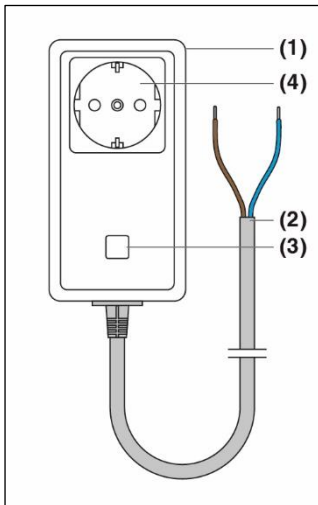

Fig. 1
4.1 Anschluss des Empfängers (Fig. 1 und 2)